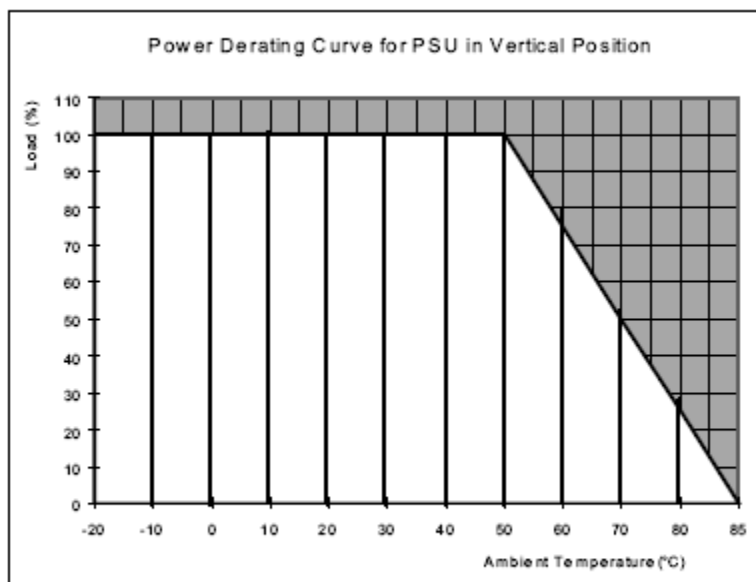

Figure 6
5.4. Влияние температуры окружающей среды. (Рис. 6)